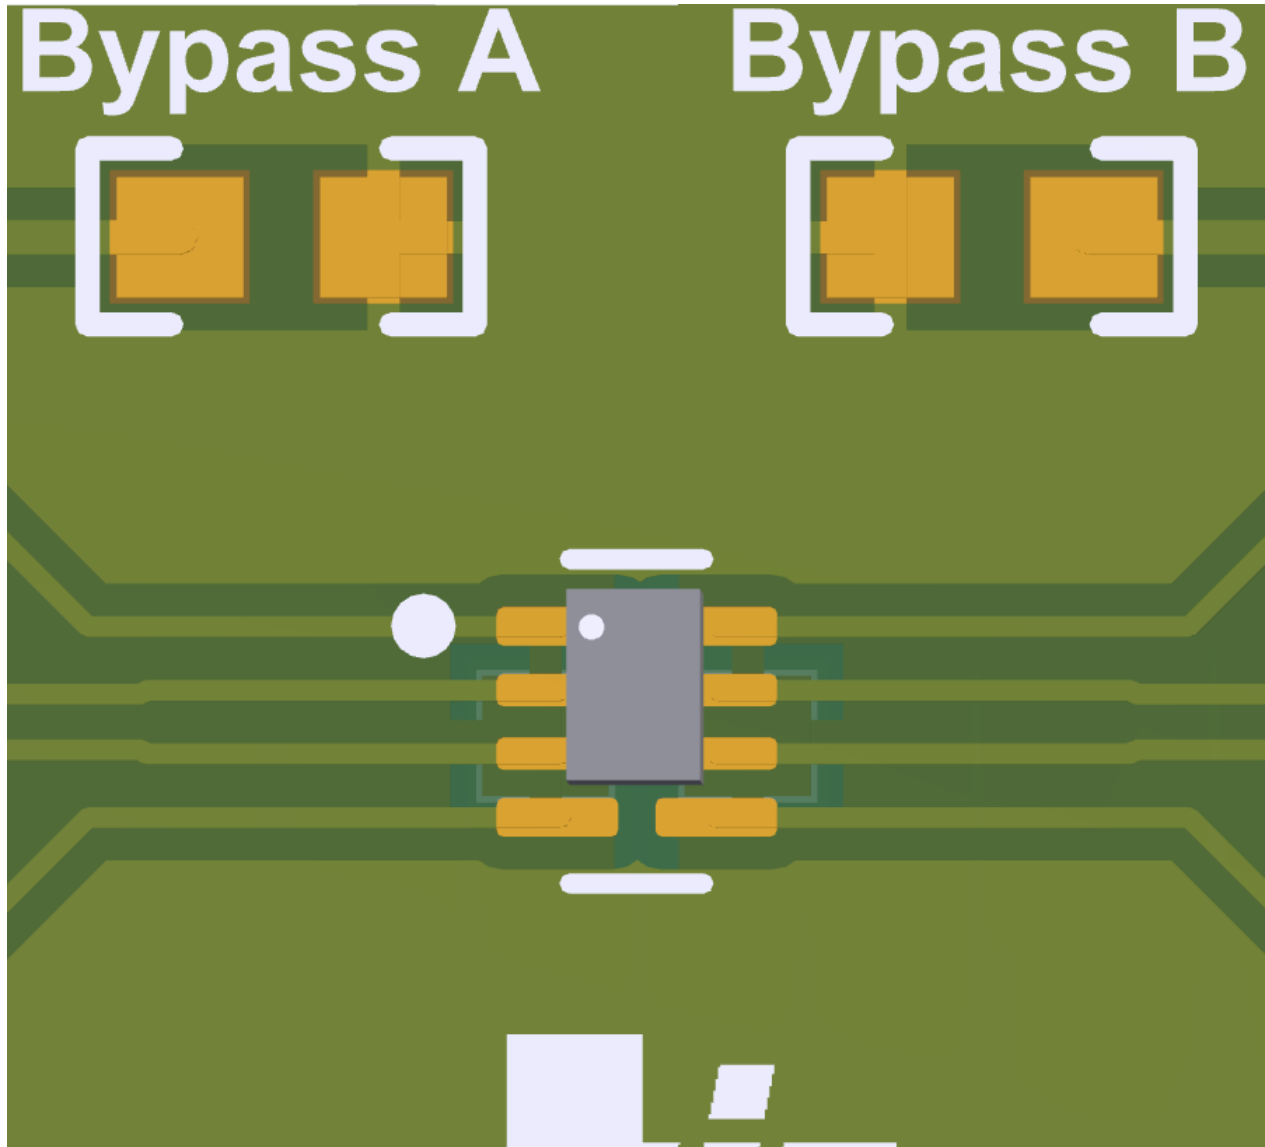

图 2-2. 6 引脚 DRY 放置
2. 焊接器件。由于该 EVM 支持小型无引线封装，可能需要用到热风返修台。图 2-2 展示了一个有关如何在也支持 DTT 封装的封装结构中正确放置 DRY 器件的示例。